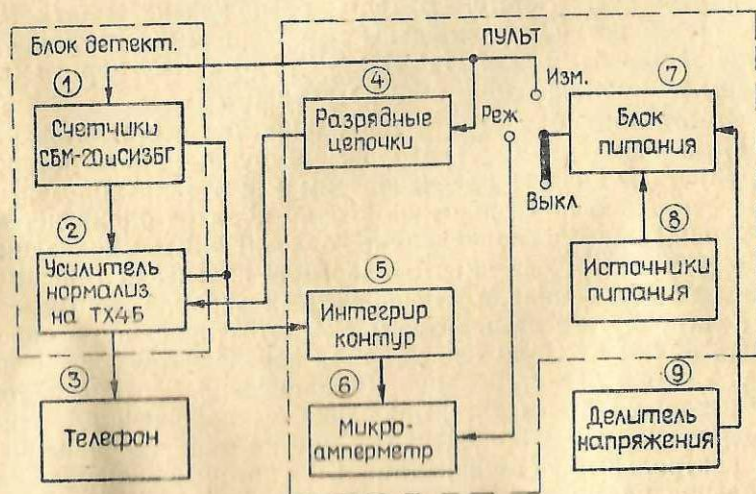

Рис. 8. Блок-схема.
5.2.1. Блок-схема прибора (рис. 8) состоит из следующих блоков: